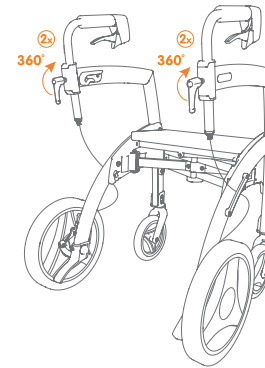

Figura 16A: Apriete las manetas de ajuste.
- f.** Vuelva a apretar las manetas de ajuste en el sentido de las agujas del reloj **(Figura 16A y 16B)**. Compruebe que el pasador del freno de mano está totalmente enganchado en la posición correcta